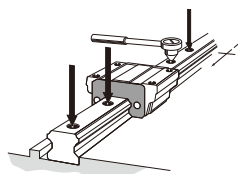

Рис.10 Полностью затяните установочные болты
- (4) Затяните установочные болты с указанным моментом затяжки при помощи динамометрического ключа. (См.Рис.10, и Таблица1 и Таблица2 на с. **В1-101**.)